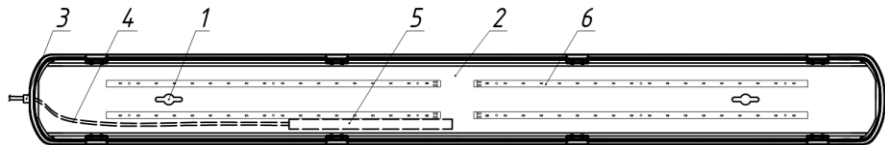

Рисунок 2 – Конструкция светильника Geniled ЛСП.
3.2. Светильник Geniled ЛСП состоит из основных частей (см. рисунок 2):
- 5.5. Снимите стальную пластину. Для этого переведите поворотные держатели 1 в необходимое положение (Рисунок 2, п.1).
- 5.7. Проведите кабель питания через герметичный уплотнитель (Рисунок 2, п.3) внутрь корпуса и подключите к клеммной колодке светильника.